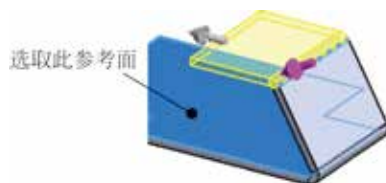

图 5.16 与面平行
- **与面平行(P)** 复选项：用于创建与所选参考面平行的钣金壁，如图 5.16 所示。